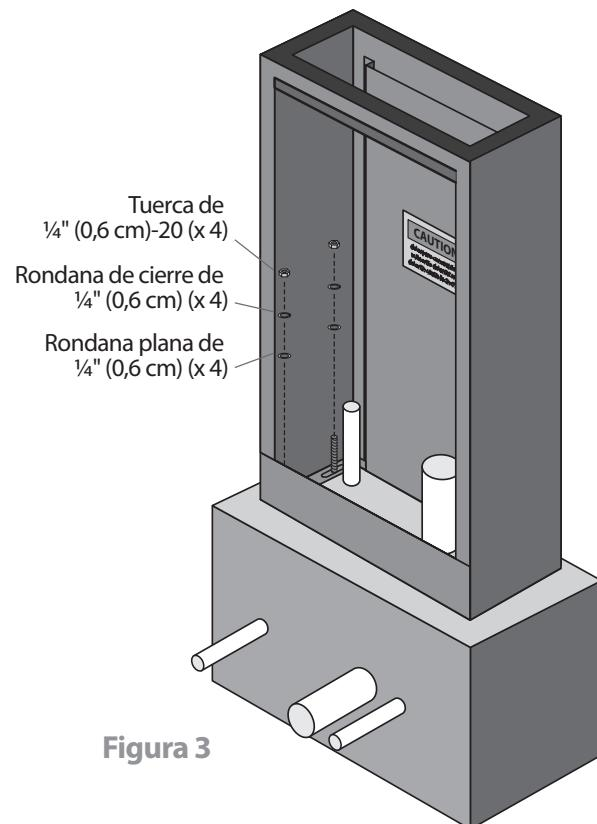

Figura 3
5. Utilizando las rondanas y las tuercas incluidas, Monte el pedestal por encima de los cuatro pernos de anclaje y ajuste las cuatro tuercas en forma segura (Figura 3). Asegúrese de que el pedestal esté alineado adecuadamente en forma vertical; ajuste con espaciadores de secoya o madera tratada de ser necesario.